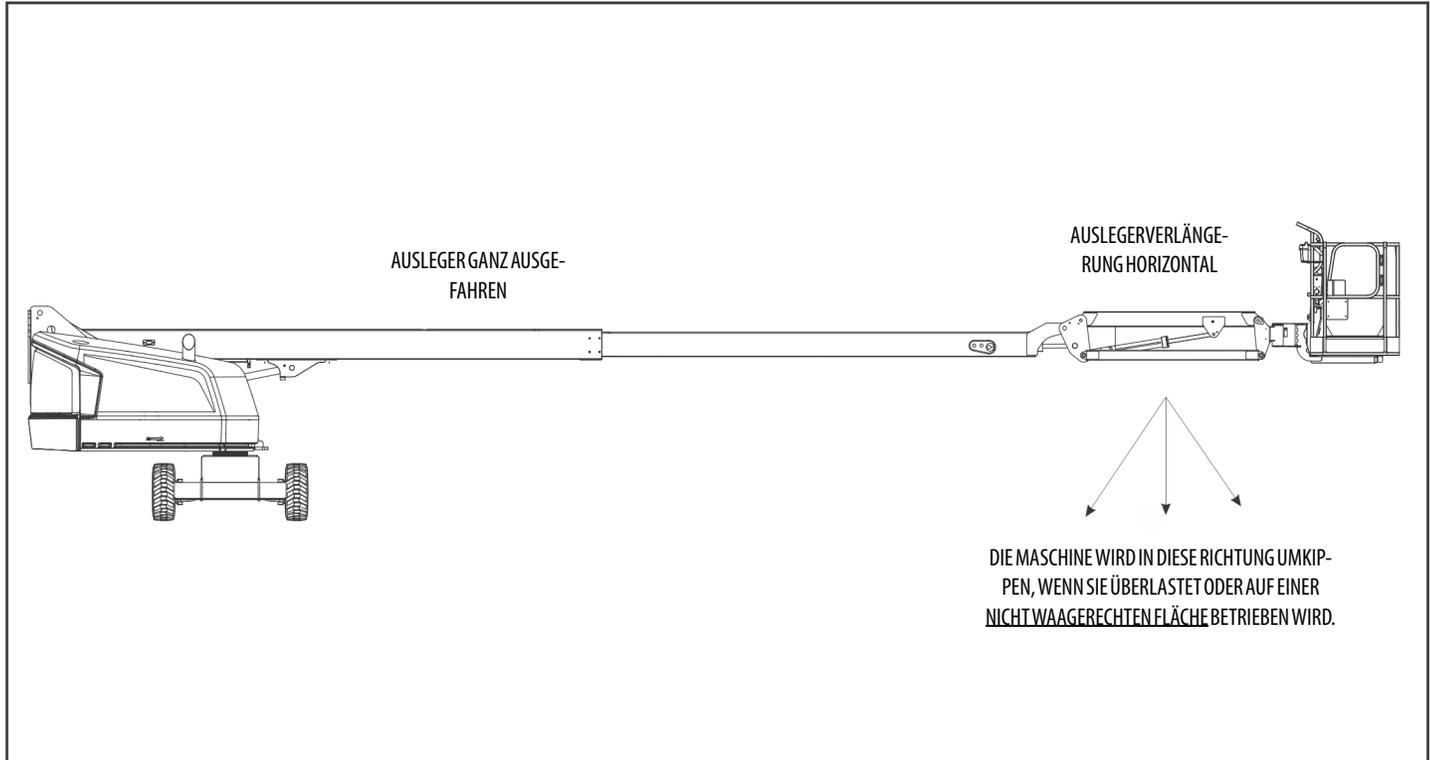
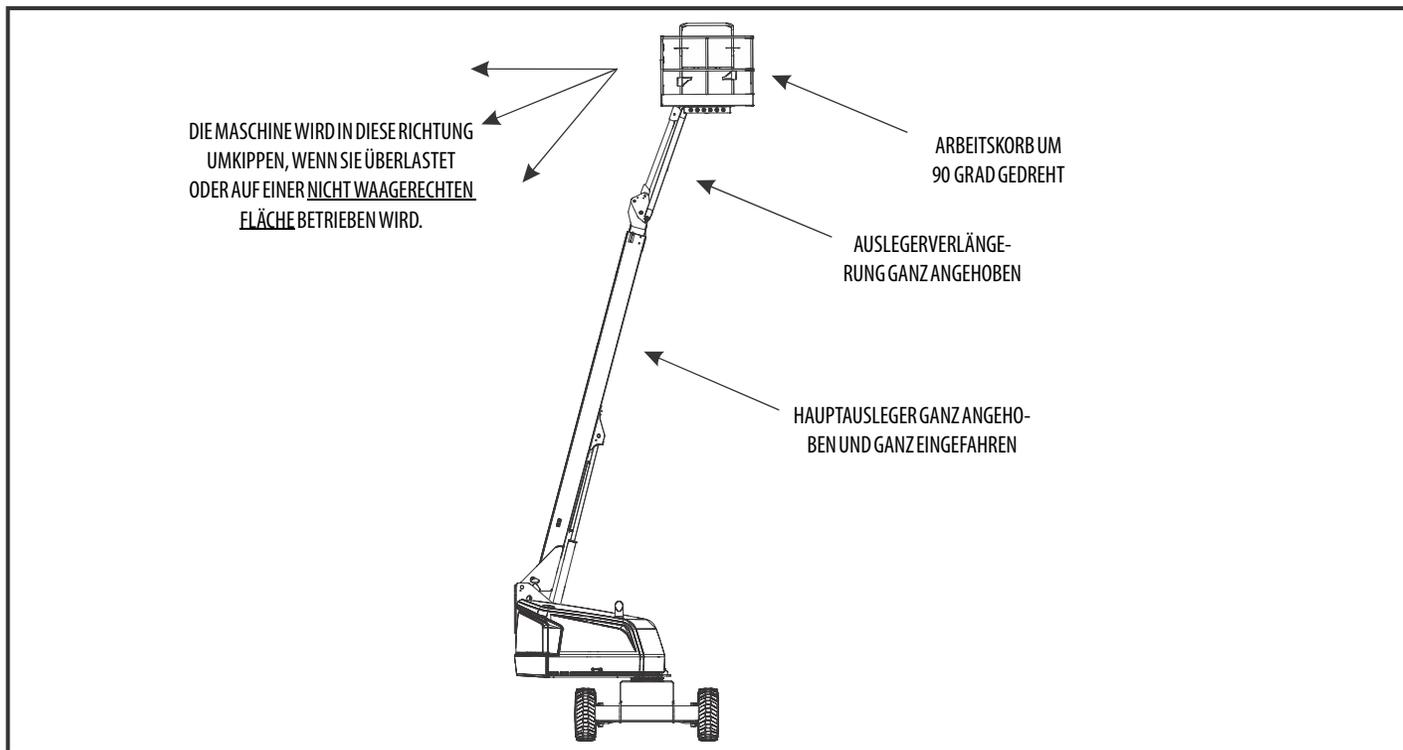

Abbildung 4-1. Stellung der geringsten Vorwärtsstabilität
Abbildung 4-2. Stellung der geringsten Rückwärtsstabilität
Die Stabilität der Maschine beruht auf zwei (2) Bedingungen, die als VORWÄRTSSTABILITÄT und RÜCKWÄRTSSTABILITÄT bezeichnet werden. Die Maschinenstellung mit der geringsten VORWÄRTSSTABILITÄT ist in Abbildung 4-1. und die Stellung mit der geringsten RÜCKWÄRTSSTABILITÄT in Abbildung 4-2. dargestellt.